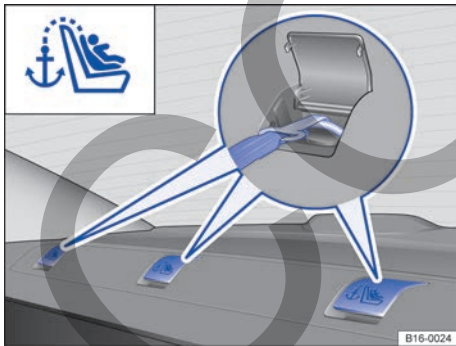

Fig. 45 En la bandeja trasera detrás del asiento trasero: argollas de sujeción para el cinturón de fijación superior.
- Guíe el cinturón de fijación superior del asiento para niños hacia atrás y engánchelo en la argolla de sujeción del respaldo del asiento trasero marcada como Top Tether → **fig. 45**.